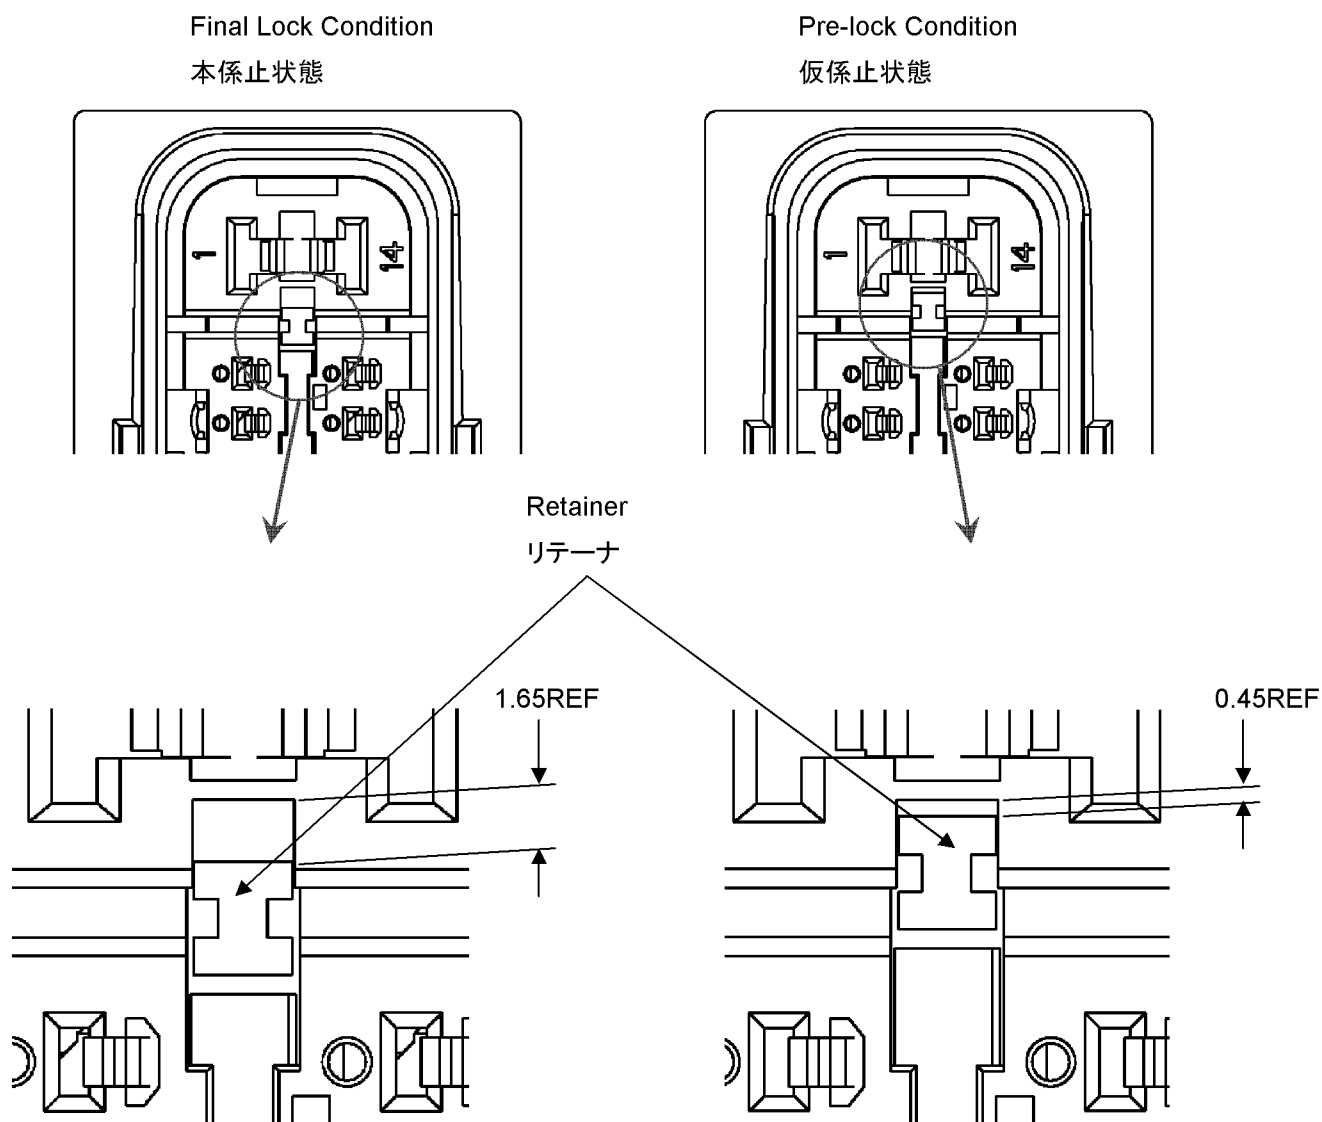

Fig.8
- (1) Check the retainer is in pre-lock condition. (See Fig.8) the contact cannot be inserted in case of the final lock condition.
リテーナが仮係止状態にあることを確認して下さい。万一、本係止状態にある場合には仮係止状態にした後に作業願います (Fig.8 参照)。本係止状態では端子が挿入できません。